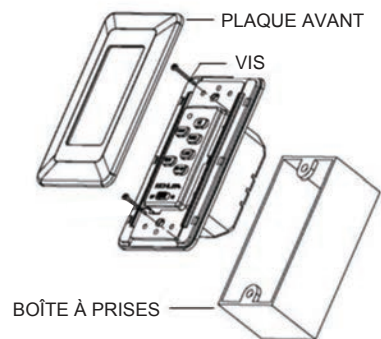

Fig. 19
Étape 1. Retirez la plaque murale présente et l'ancien interrupteur de la boîte à prises murale (Fig.19).